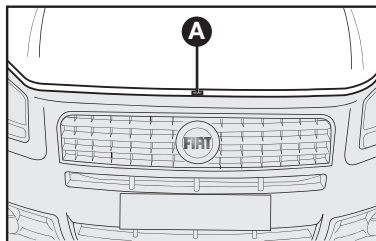

fig. 119
- 2) Mueva la traba **A**-fig. 119;